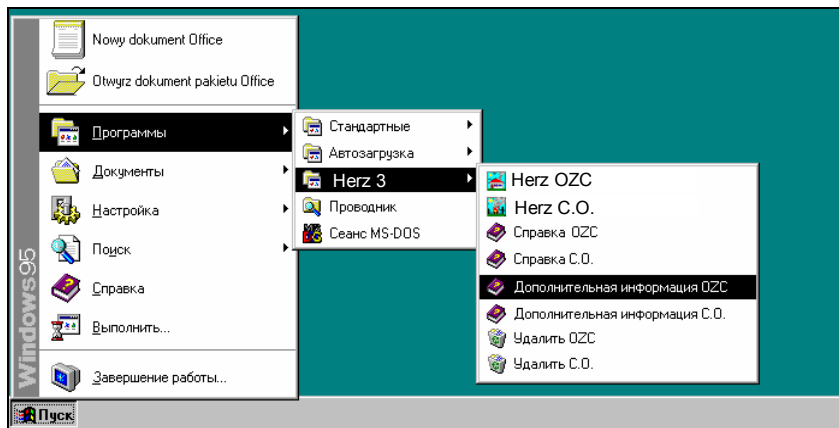

Рис. 4.1. Запуск программы в системе Windows 95
2. перейти к меню Пуск (**Start**) системы Windows (Рис. 4.1),